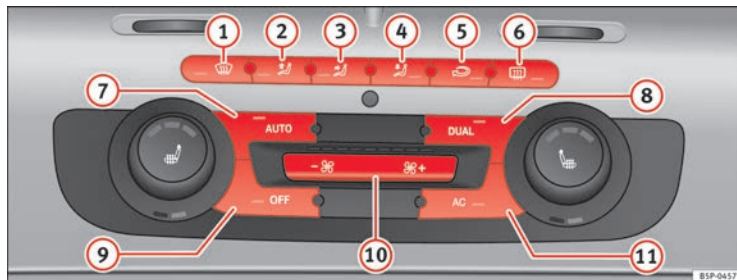

Fig. 134 Mandos del 2C-Climatronic en el tablero de instrumentos.
- Para activar el modo manual pulse una de las teclas ⇒ página 169, fig. 134 ① al ⑤, o pulse las teclas de la turbina ⑩. La función seleccionada aparecerá en el display de la radio o del navegador.
- Pulse la tecla  ⇒ página 169, fig. 134  para conectar o desconectar la recirculación de aire. Está conectada si en el display aparece el símbolo .